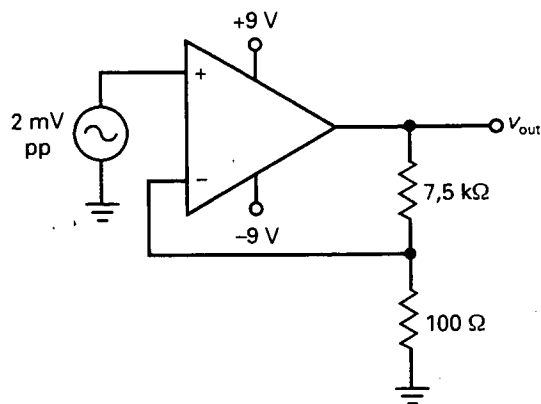

Figura 19-16
- 19-5. En la Figura 19-16, el amplificador operacional tiene una R_{in} de $3\text{ M}\Omega$ y una R_{CM} de $500\text{ M}\Omega$. ¿Cuál es la impedancia de entrada en lazo cerrado? Utilice una A_{OL} de 200.000 para el amplificador operacional.
- 19-6. ¿Cuál es la impedancia de salida en lazo cerrado en la Figura 19-16? Utilice una A_{OL} de 200.000 y una R_{out} de $100\text{ }\Omega$.
- 19-7. Suponga que el amplificador de la Figura 19-16 tiene una distorsión armónica total en lazo abierto del 10 por 100. ¿Cuál es la distorsión armónica total en lazo cerrado?